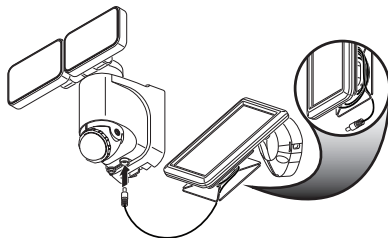

Figura 10
- Guíe con cuidado el cable del panel solar hacia la lámpara. Retire el tapón de caucho de la parte inferior del aparato de luz e inserte el extremo del cable en la abertura (vea la Figura 10). *Nota:* Envuelva todo exceso del cable del panel solar alrededor del sistema de manejo del cable que está en la parte de atrás del panel solar. Deje suficiente cable flojo para formar un lazo de goteo.